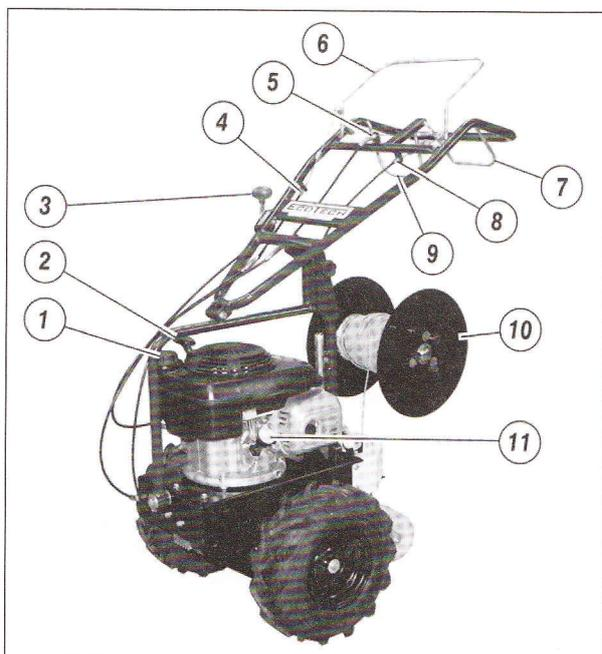

Abb.1
- Überprüfen Sie, dass der Ölstand nicht unter dem Minimum liegt: Die Verschlusskappe (Abb. 1 Nr. 11) aufschrauben, mit einem sauberen Tuch den Ölmesstab reinigen und die Verschlusskappe wieder aufschrauben. Erneut aufschrauben und überprüfen, ob der Ölstand zwischen den zwei Kerben, Minimum und Maximum, liegt. Liegt der Ölstand unter dem Minimum, mit Öl auffüllen, bis der optimale Ölstand erreicht ist. (Das geeignete Öl erhalten Sie bei Ihrem Händler).
- Überprüfen Sie, dass alle Hebel in neutraler Stellung stehen (Abb. 1 Nr. 6/Nr. 9).
- Für den Kaltstart des Motors, den Gashebel (Abb. 1 Nr. 3) auf die START-Position stellen.
- Den Drehgriff zum Anlassen des Motors greifen (Abb. 1 Nr. 2) und dann einen energischen Ruck ausüben. Einige Minuten warten, bis der Motor seine Betriebstemperatur erreicht, bevor Sie die Maschine auf Hochtouren bringen.
Bevor mit der Arbeit begonnen wird, das Kabel in die entsprechende Kabelspule legen, die Einbautiefe einstellen, das Kabelende an einen Pflock binden und sicher stellen, dass sich in einem Aktionsradius von mindestens 15 Metern keine Personen, Tiere oder Wertsachen befinden. Dann den Motor starten, und sobald er warm gelaufen ist, mit der Arbeit beginnen. Den Drehschalthebel der Fräse bis zum Anschlag betätigen (Abb. 1 Nr. 9), den Vorschubhebel bis zum Anschlag einlegen und mit der Arbeit beginnen, dabei stets höchste Vorsicht walten lassen. Die unten aufgelisteten Beschreibungen der Arbeitsschritte aufmerksam lesen. Im Sommer oder wenn der Boden besonders trocken ist, die Wiese vor Arbeitsbeginn reichlich gießen.
**DIE MASCHINE BENÖTIGT EINE EINFahrZEIT! WÄHREND DER ERSTEN BETRIEBSSTUNDE STELLEN SICH DIE RIEMEN EIN. ÜBERPRÜFEN SIE, DASS DIE SPANNFEDERN STETS ANGEMESSEN ARBEITEN** (Abb. 1 Nr. 4/Nr. 5).
Für einen besseren Maschinengebrauch empfehlen wir, aufgrund der vielfältigen Kabelarten und der auf dem Markt vorhandenen Spulentypen, das Kabel auf die dafür vorgesehene Kabeltrommel aufzuwickeln (Abb. 1 Nr. 10), mit Hilfe des an der Kabeltrommel befindlichen Hebels. Es ist wichtig, das Kabel im Uhrzeigersinn aufzuwickeln, um während der Arbeit eine perfekte Abwicklung des Kabels /Abb. 2) zu gewährleisten. Möchte man hingegen die bereits aufgewickelten Kabelspulen verwenden, kann die linke Wandseite von der Kabeltrommel abmontiert werden, indem die drei Knöpfe (Abb. 3) gelöst werden und an der Wandseite eine leichte Drehung durchgeführt wird. Die Spule auf das Rohr der Kabeltrommel positionieren, eventuell unter Verwendung von Adaptern, dann die Wand wieder montieren und die drei Knöpfe fest anziehen. Nachdem das Kabel in der Kabeltrommel positioniert ist, das Kabelende in das Rohr der Flosse (Abb. 4) einfädeln, bis es unten einige Zentimeter herausragt.
Um die Einbaugeschwindigkeit ins Erdreich zu regulieren, wird der Gashebel (Abb. 1 Nr. 3) betätigt, wobei die Motordrehzahl erhöht oder gesenkt wird. Regulieren Sie **NIEMALS** die Geschwindigkeit, indem Sie die Kupplungsscheiben leicht aus dem Getriebegehäuse gleiten lassen. Durch eine solche Tätigkeit werden schwerwiegende Schäden am mechanischen Teil des Getriebes verursacht. Der Vorschubhebel (Abb. 1 Nr. 9) muss **STETS** bis zum Anschlag gezogen werden, d.h. er muss den Lenker berühren.
Wenn unter Hecken, hervorstehenden Ästen, Latten oder anderen, seitlich hervorstehenden Hindernissen gearbeitet wird, besteht die Möglichkeit, den Lenker auf die dem Hindernis entgegengesetzte Seite zu neigen (Abb. 10). Zur Regulierung der Neigung, den Hebel, der sich unten links am Lenker befindet, bis zum Anschlag ziehen (Abb. 1 Nr. 7), wobei der entsprechende Stift in eine der neun Aussparungen gesetzt wird, die sich auf der Zahnstange des Lenkers befinden. An der Maschine können folglich rechts und links je 4 Neigungsstufen eingestellt werden.
Nachdem die Arbeit beendet wurde, den Motor ausschalten, den Gashebel (Abb. 1 Nr. 3) auf STOP setzen (oder falls am Motor kein Hebel vorgesehen ist, den Stopp verwenden, nachdem die Motordrehzahl auf ein Minimum gesenkt wurde) und falls vorhanden, den Benzinhahn schließen. Wenn Sie von der Arbeit zurückkehren, muss der Fräskopf gereinigt und eingeschmiert werden (siehe folgenden Abschnitt).
- Treibstoff im Tank vorhanden ist (Abb. 1 Nr. 1).
- bei kaltem Motor, der Gashebel auf der START-Position steht (Abb. 1 Nr. 3).
- Die Entlüftungsöffnung auf dem Treibstoffdeckel nicht verstopft ist (Abb. 1 Nr. 1).